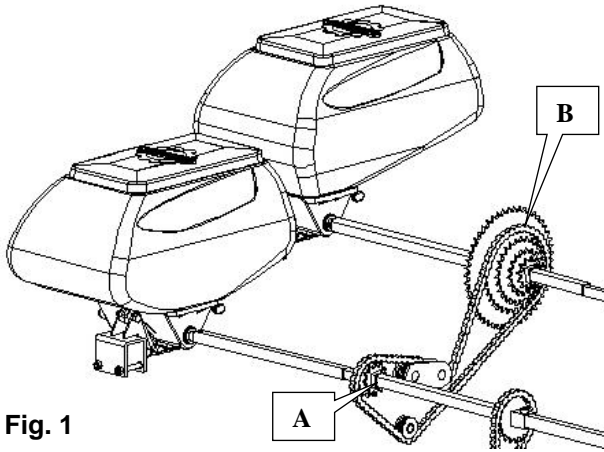

Fig. 1
- 1 - Die beiden Antriebsgehäuse demontieren (E und F Abb. 1)
- 4 - Die beiden Gehäuse wieder neu positionieren (E und F Abb. 1)
La regolazione della dose/ettaro viene effettuata con un selettore di variatore (A fig. 1). Questa regolazione dipende dall'interfila e dal prodotto utilizzato. La tabella qui a lato fornisce le regolazioni indicative (fonte AGPM) che devono essere verificate su terreno. Per effettuare la regolazione :
- 1 - Smontare i due carter di trasmissione (E e F fig. 1)
- 4 - Riposizionare i due carter (E e F fig. 1)